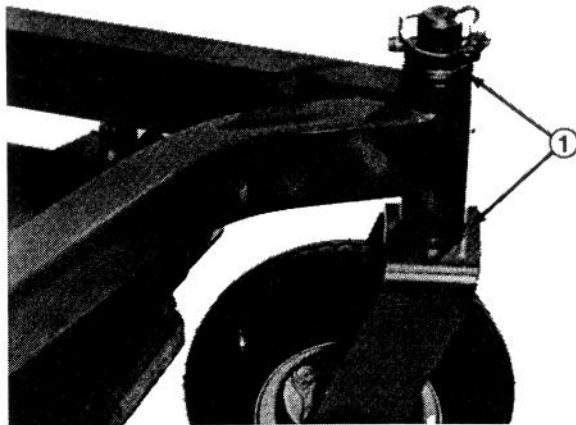

Bild 3
4. Einen Stiftdorn in Ober- oder Unterseite des Befestigungsrohrs einführen und die Büchse aus dem Rohr treiben (Bild 3). Die zweite Büchse ebenfalls aus dem Rohr austreiben. Das Innere der Röhren zum Beseitigen von Schmutzrückständen reinigen.